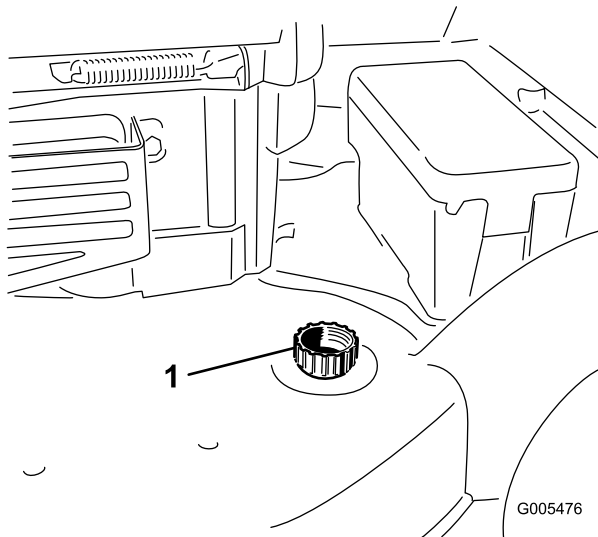

Figura 51
3. Introduzca una manguera de jardín conectada a un grifo en el orificio de lavado de la carcasa del cortacésped (Figura 51).